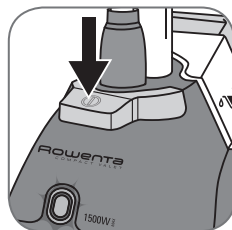

fig. 12
- Allumez l'appareil en appuyant sur la pédale située à l'avant de l'appareil. Le voyant d'alimentation s'allume. (fig.12)